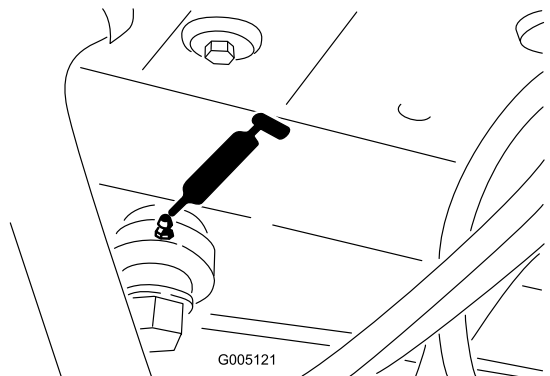

Figura 32
- Extremo del cilindro de dirección (Figura 32)